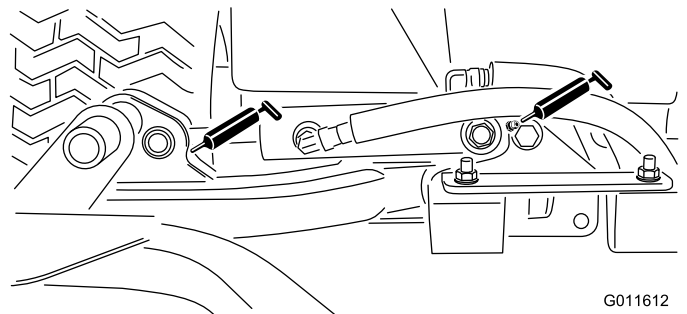

Figure 30
- Vérins des bras de relevage des plateaux de coupe (x 2) (Figure 30)
- Pivots des bras de relevage (x 1) (Figure 30)